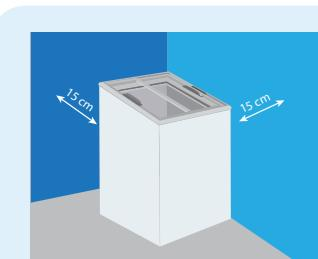

Abb. 3
1. Alleinstehend mit dem Rücken an die Wand; achten Sie auf einen Mindestabstand von 150mm (15cm) zwischen der Wand und der Kühltruhe. (Abb. 3)